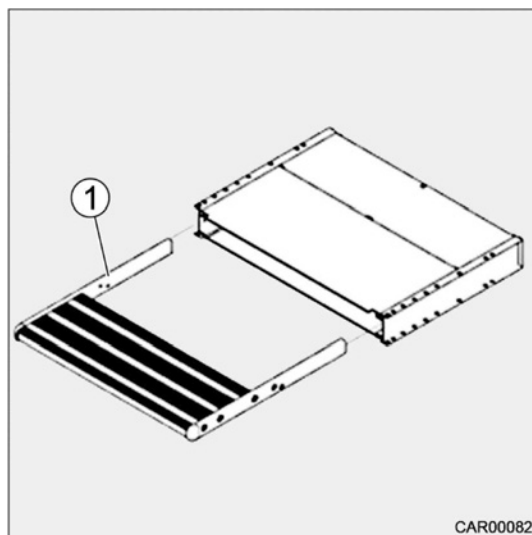

Fig. 13 Déverrouillage de secours
3. Tirer la marche (Fig. 13/1) en dehors.